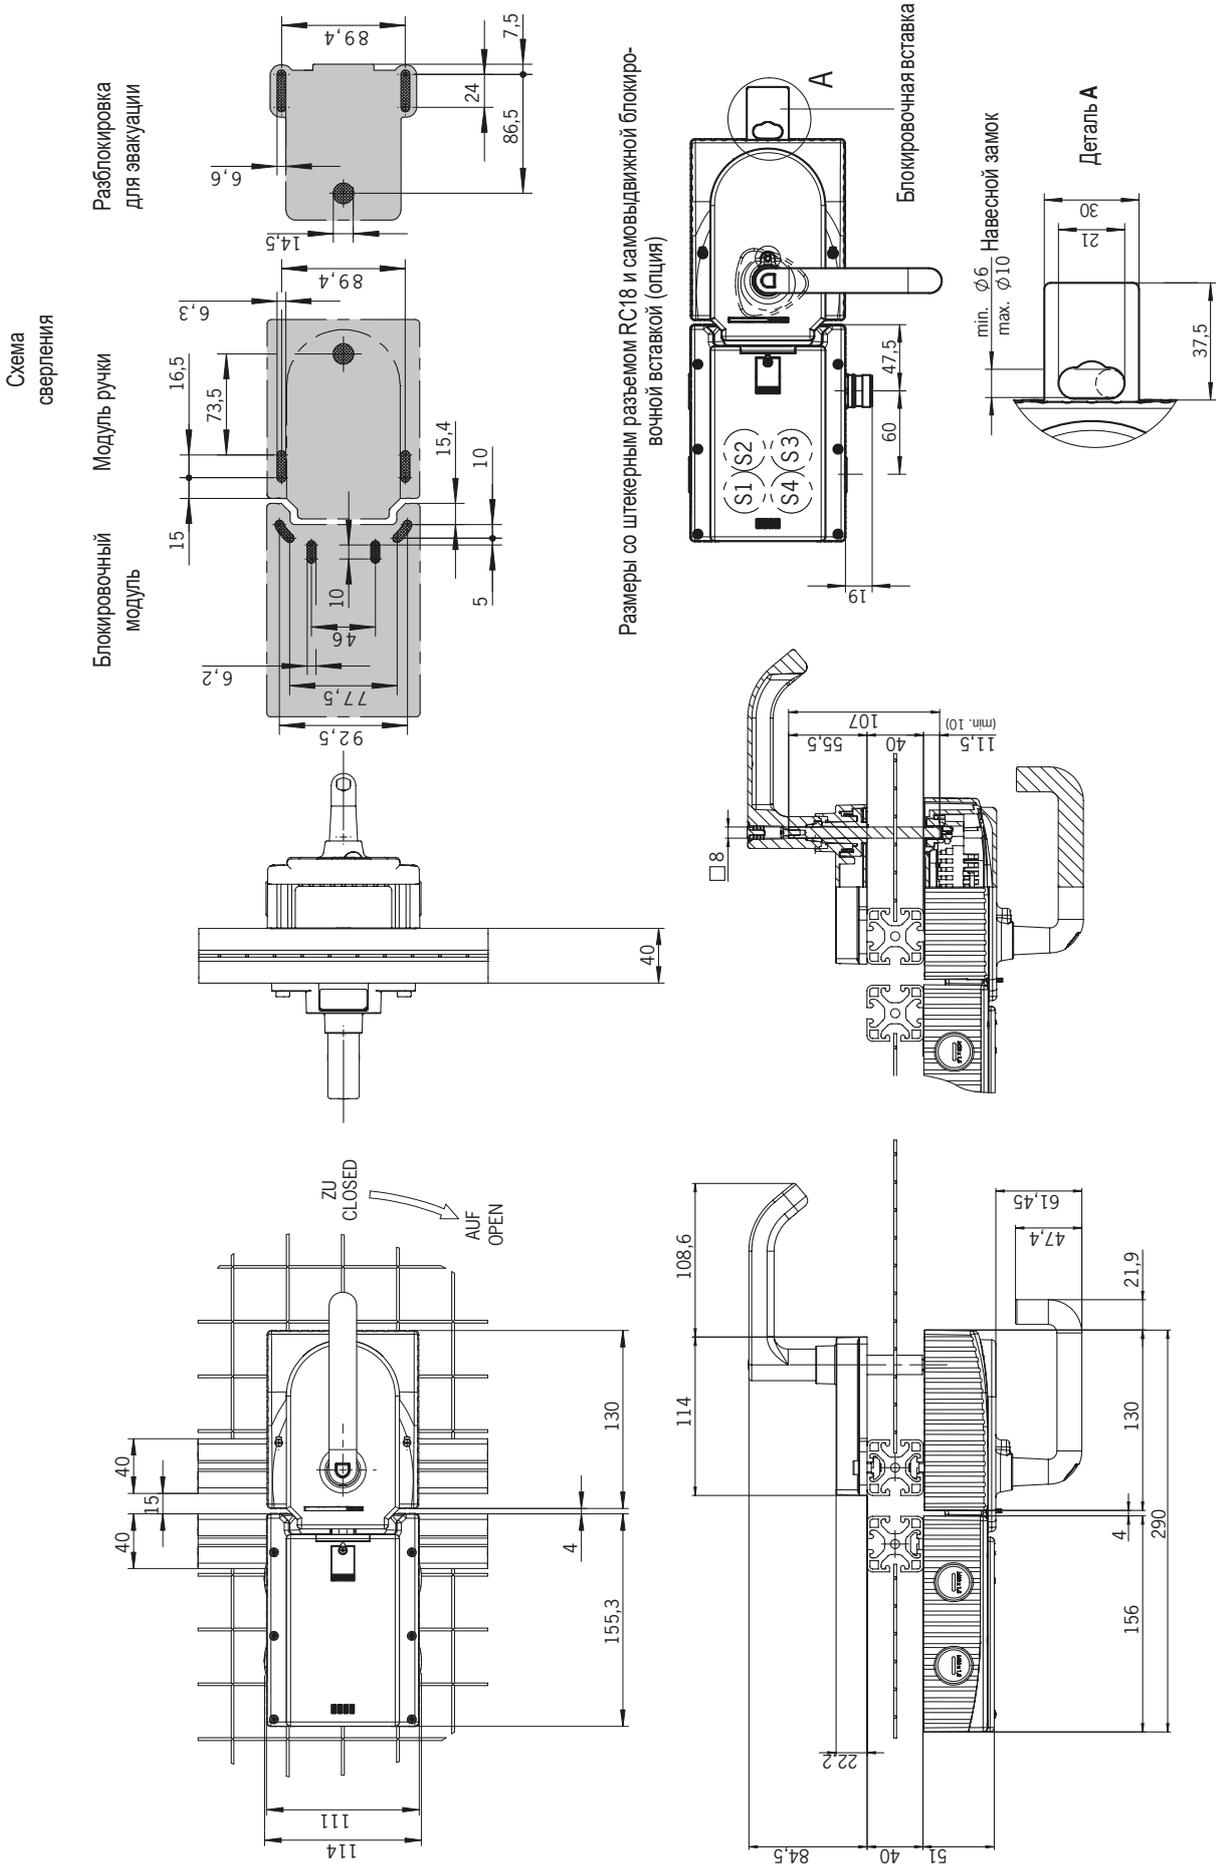
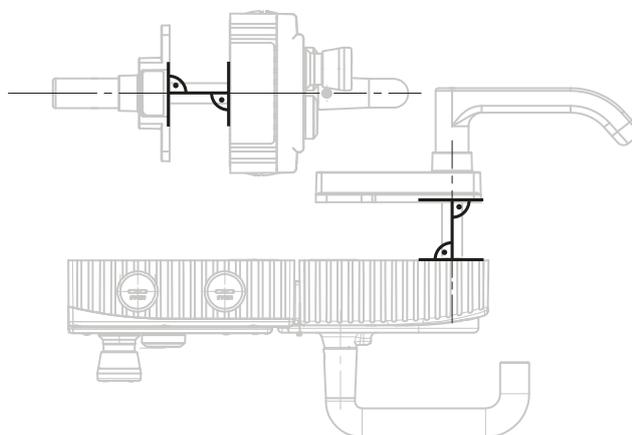

Рис. 4. Размерный чертёж установленного модуля MGB без опциональных монтажных пластин
Рис. 8. Пример монтажа для двери с правым упором (обзорное изображение)
- › Выровнять ось разблокировки для эвакуации под прямым углом к модулю ручки. См. Рис. 4 и Рис. 8.
Этапы монтажа представлены на *Рис. 8* и *Рис. 9–Рис. 14*.